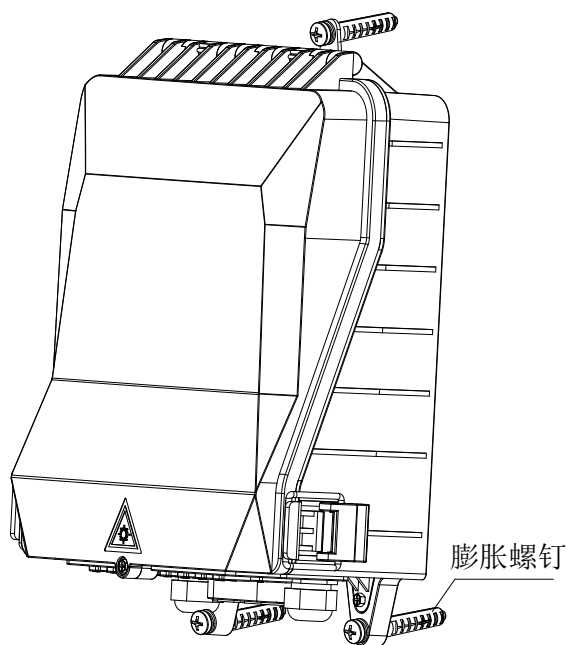

图 9
⑩ 抱杆安装：把一个抱杆固定件安装在盒底上，再把金属喉箍在光纤配线终端盒盒底部固定孔内穿好，然后固定在电杆上。见图 9